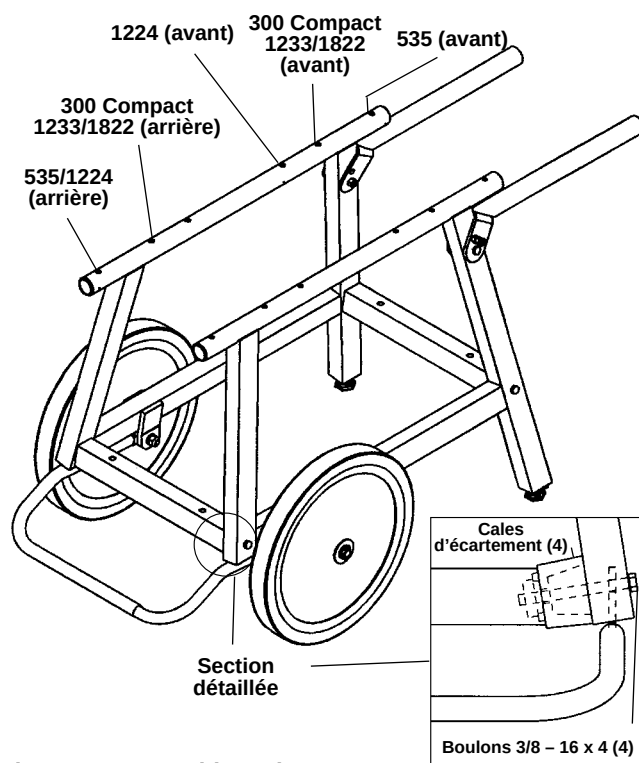

Figure 3 – Assemblage du support
3. Assemblez le support avec les autocollants «inside » orientés vers l'intérieur (Figure 3).
4. Engagez les languettes de retenue au bas des jambages comme indiqué au dessin. Introduisez les quatre cales entre les jambages. Servez-vous des quatre (4) boulons $\frac{3}{8}$ - 16 x 4 pour fixer les jambages à l'entretoise. Réglez les deux parties du butoir du support à la distance nécessaire. pour at-
⚠ AVERTISSEMENT Pour assurer le bon équilibre et fonctionnement des appareils RIDGID, ceux-ci doivent être installés utilisant les trous appropriés (Figure 3).